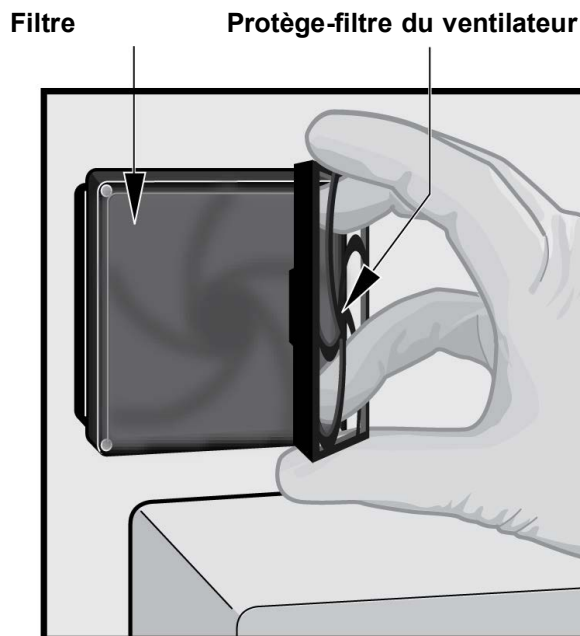

Figure 9-22. Retrait du protège-filtre du ventilateur et du filtre
4. Retirez délicatement le filtre et le protège-filtre du boîtier en déclipant le protège-filtre du ventilateur. Voir la Figure 9-22 et placez-le de côté pour le reste de la procédure de retrait et de nettoyage des filtres.